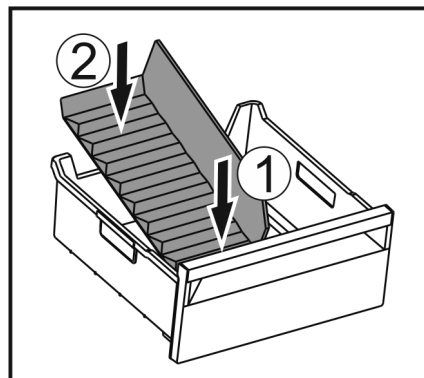

Fig. 35
- ▶ Trenner vorne zuerst einsetzen Fig. 35 (1).
- ▶ Hinteren Teil absenken Fig. 35 (2).